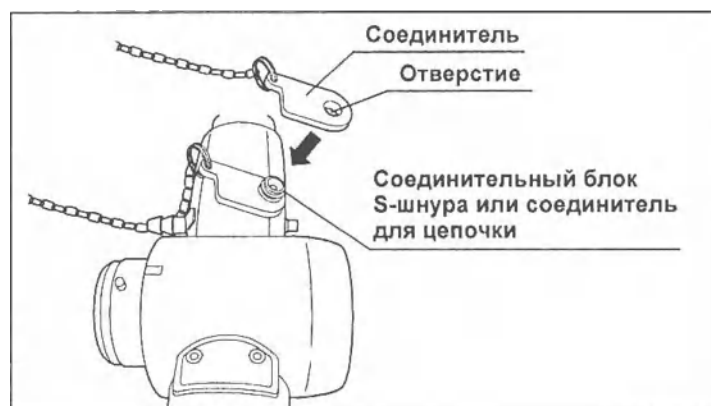

Рис. 2.3
5. Наложите отверстие соединителя на соединительный блок S-шнура или соединитель для цепочки эндоскопа GIF-N180, GIF-XP180N (см. Рис. 2.3).